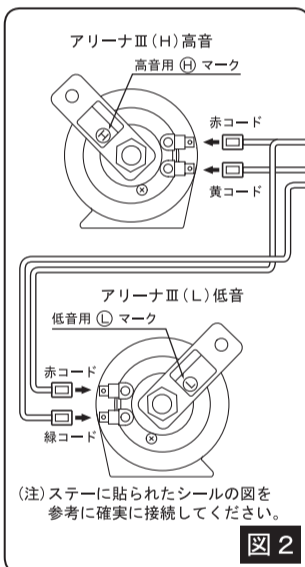

図2
- ④アリーナIII専用ハーネスの赤、緑、黄コードをアリーナIIIの各端子に接続してください。(図2参照)
ホーンが全く鳴らない	<ul style="list-style-type: none"> 青コードの接続及びコネクターの接触を確認してください。(裏面の配線図、左記図2) 回路ボックスの黒コードがボディーアースされているか確認してください。(2-④) 赤コード(電源線)のヒューズまたは車両のホーンヒューズが切れていないか確認してください。 ホーンの分解・改造をしていませんか? 分解・改造してしまった場合は、修理出来ません。ホーンの交換が必要です。【下記●お願い参照】